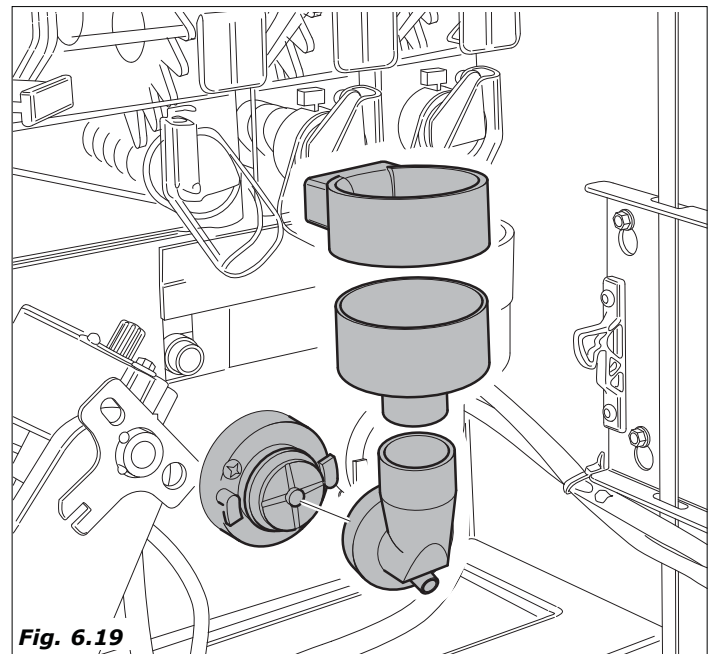

Fig. 6.19
- Enlever les descentes produits, bols mixers, corps mixers, hélices tubes silicones et les immerger dans la solution préparée (figure 6.19).